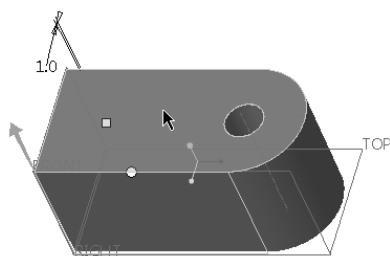

图 6-77 预览拔模几何
4) 在“拔模”选项卡中单击  (拔模枢轴) 收集器，将其激活，接着选择顶部平面定义拔模枢轴，此时系统还使用它来自动确定拖拉方向，并显示预览几何，如图 6-77 所示。